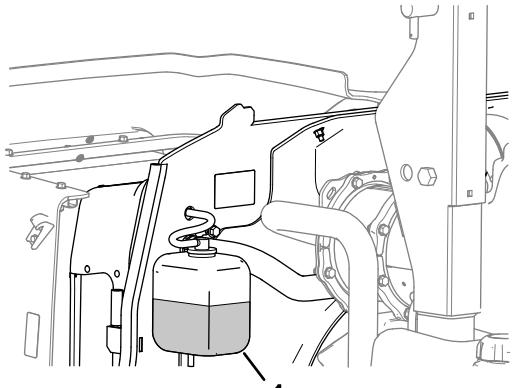

Figure 64
1. Vérifiez le niveau du liquide de refroidissement dans le vase d'expansion (Figure 64).